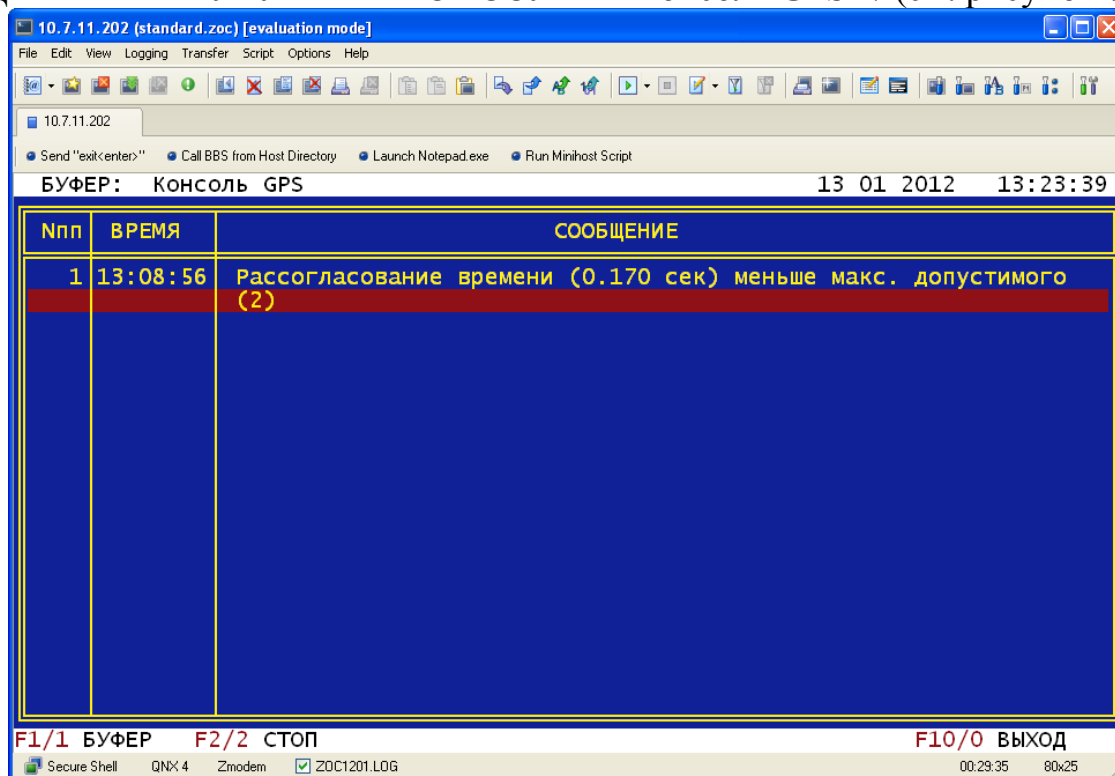

Рисунок 7
2.3.1.15 Убедиться, что данные от УССВ-2 принимаются. Проверить прием данных в реальном времени с интервалом 15 минут через консоль /* НАЛАДКА -> ВИРТУАЛЬНЫЕ КОНСОЛИ -> Консоль GPS */ (см. рисунок 7).